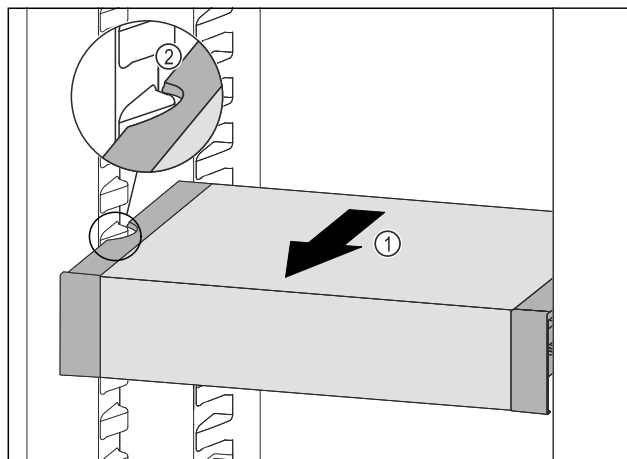

Fig. 159
- Tërhiqni VarioSafe për nga përpara Fig. 159 (1), derisa foletë anësore të VarioSafe të jenë në lartësinë e brinjëve të kutisë në pjesën e ftohjes. Fig. 159 (2)